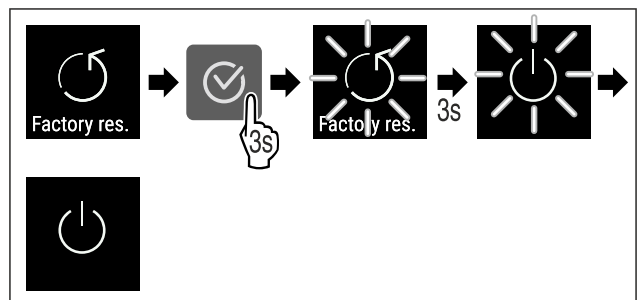

Fig. 112
- ▶ Handlungsschritte (siehe Fig. 112) durchführen.